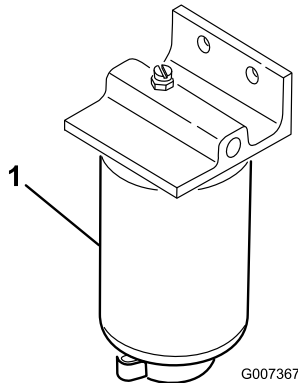

Figure 53
1. Placez un bac de vidange propre sous le filtre à carburant (Figure 53).